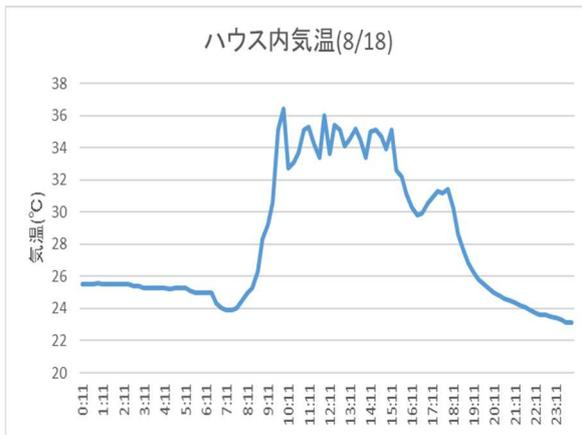

図7 ミストチューブによる気温の推移
- ・ハウス内の気温はミスト散布すると低下し、8時～17時の平均気温は32.7℃となり35℃以下で管理することができました（図7）。